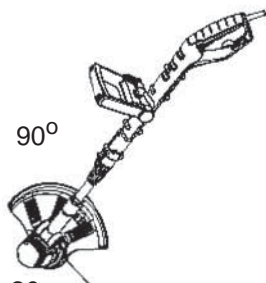

Fig.20
- > Pour travailler sur les bordures, appuyez sur le bouton et tournez la poignée. Lorsque le bouton est enfoncé, la poignée peut être tournée à un angle de 90° ou 180° (fig. 20 & 21). Une fois la poignée réglée sur le cran souhaitée, le bouton verrouille le manche. La poignée ne peut tourner que dans un seul sens. N'utilisez pas le fil de coupe renforcé pour travailler sur les bordures.